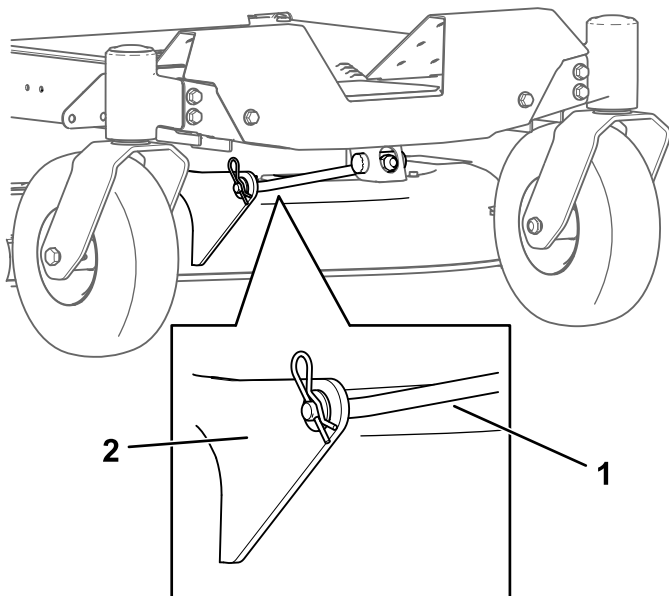

Figure 73
4. Retirez la goupille fendue de la tige de support avant et déposez la tige du support de tablier (Figure 73).
8. Fixez la tige de support avant au tablier de coupe à l'aide de l'axe de chape et de la goupille fendue (Figure 73).